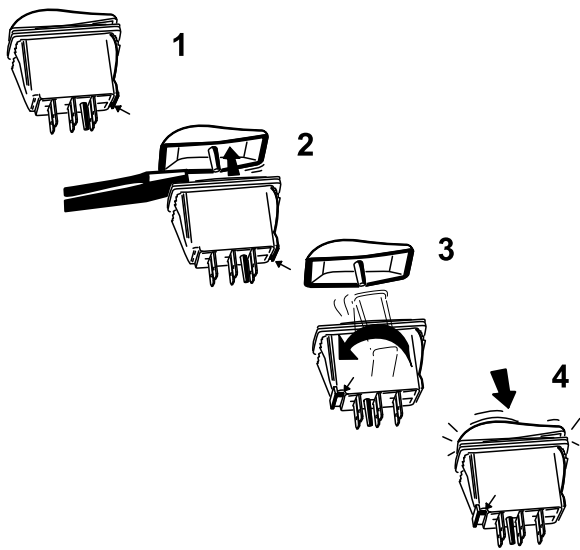

図 22
- B. マイナスドライバなを使って、ロッカースイッチのカバーを軽くこじってボディーから外す（図 22）。
- C. スイッチカバーを保持して、ボディーを180度回転させ、ノッチが左前角にくるようにする(図22)。
- D. ロッカースイッチのカバーを押してボディーに密着させる(パチンと音がするまで押し込む)(図22)。